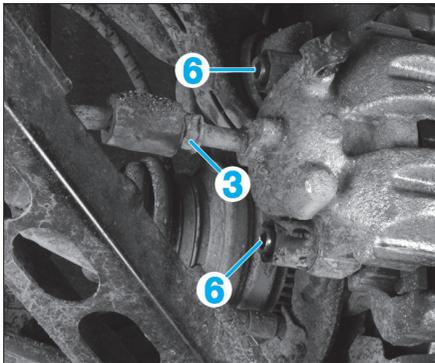

Fig. 16
- Desserrer le raccord (3) puis déposer le flexible de frein de l'étrier (Fig.16).
- les vis de guidage (6) et dégager l'étrier de frein (Fig.16).